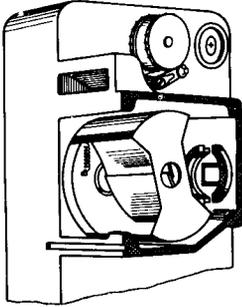

Fig. 28
1. Beschreibung (Fig. 28)
- Vor Montage des Wasserkühlungssystems im Blendengehäuse alle Flächen des Projektors, mit denen das Kühlsystem in Berührung kommt, lackfrei machen, damit eine möglichst gute Wärmeübertragung gewährleistet ist. Diese Flächen sind in Fig. 28 kreuzschraffiert.